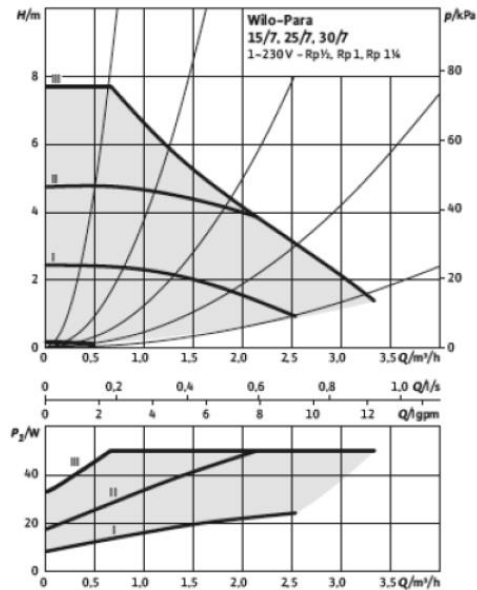

Figura 46 – Desempenho da bomba – Velocidades constantes I, II e III
- Seleção da curva característica (I, II e III - Figura 46) dentro do modo de controlo.